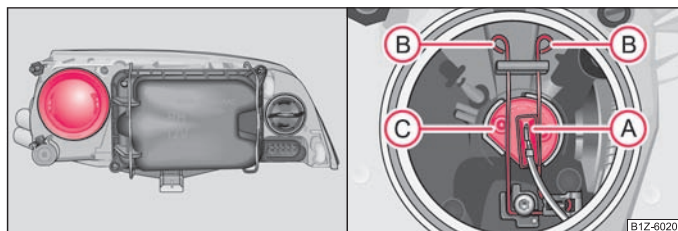

Fig. 150 Cubierta protectora de la bombilla para la luz de carretera/Desmontaje de la bombilla para la luz de carretera
- Retire la caperuza protectora de la parte trasera del faro ⇒ fig. 150 - lado izquierdo.
- Extraiga el enchufe (A).
- Presione el estribo de alambre (B) en el sentido del faro y, a continuación, desengánchelo a un lado.
- Saque la bombilla (C) y coloque una nueva de tal modo, que las lengüetas de fijación del zócalo de la bombilla encajen en los rebajes del reflector.